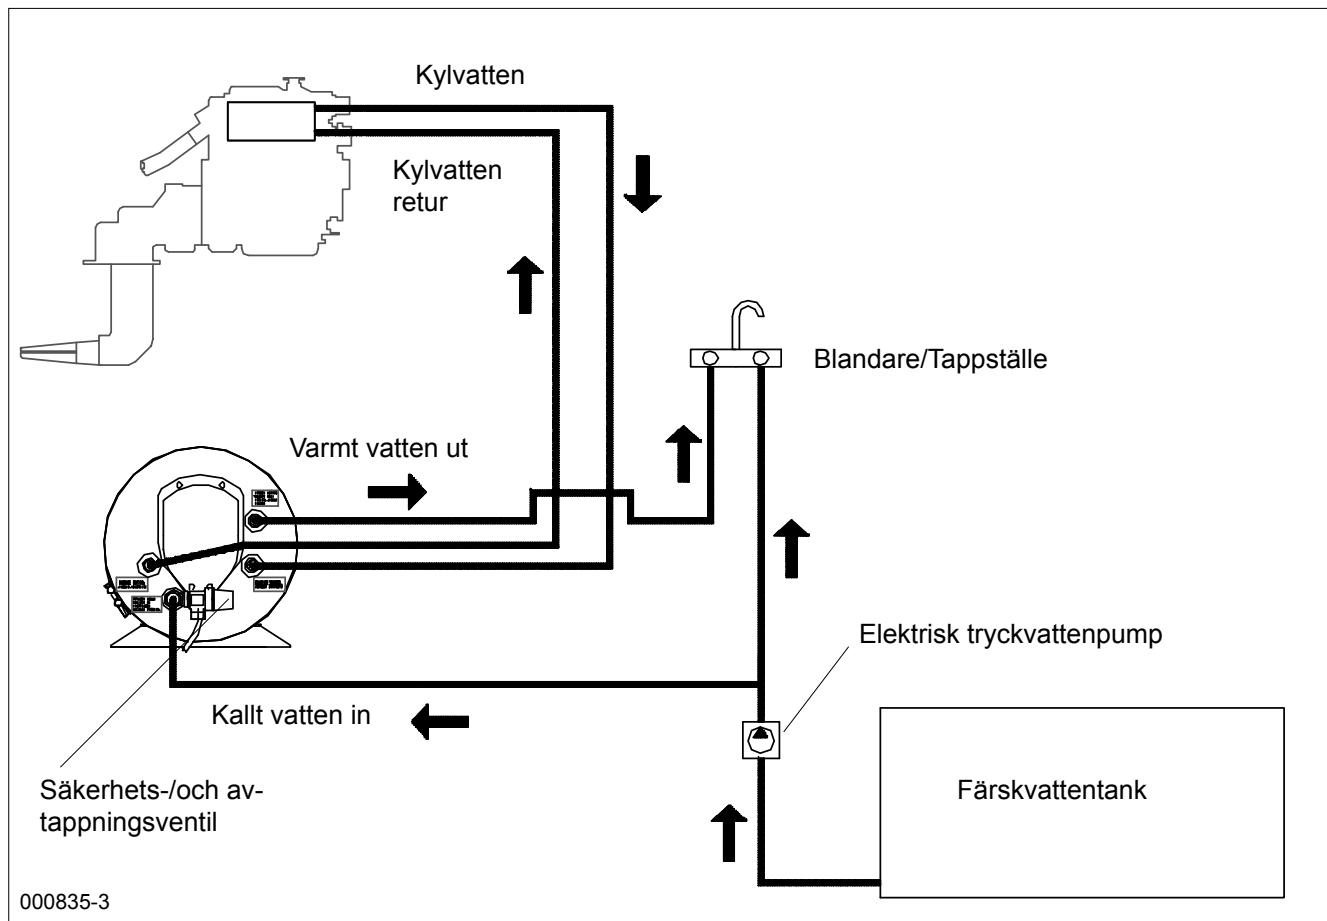

Fig. 1
Varmvattenberedaren kan monteras var som helst i båten så länge den sitter monterad så att motorvattnetslingan inte hamnar över nivån på motorns expansionskärl. (Fig. 1). Det är en fördel att hålla slangarna mellan motorn och beredaren så korta som möjligt för lägsta värmeförlust och minsta strömingsmotstånd. Varmvattenberedarens värmeväxlare kan anslutas aningen parallellt eller i serie med motors kylvattenkreten. Valet avgörs av hur motortillverkaren anger att beredaren ska anslutas.
4.3 Motoranslutningar (se anslutningsschema, fig. 1):
4.4 Anslutning färskvatten (se anslutningsschema, fig 1):